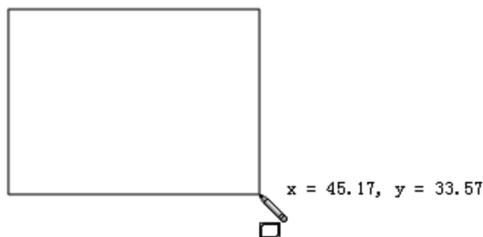

图 2-45 拖动时矩形的尺寸动态显示
- [2] 单击以放置矩形的第一个角落，然后拖动矩形并当矩形的大小和形状正确时释放。在拖动时，矩形的尺寸会动态显示，如图 2-45 所示。